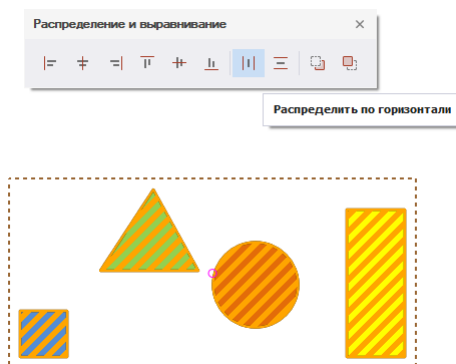

Рис. 388 Выбор инструмента
2. На панели «Распределение и выравнивание» выберите инструмент «Распределить по горизонтали», который обозначен символом , см. Рис. 388.